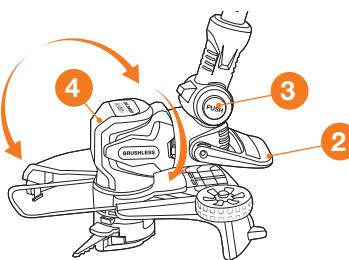

Рис. 8
- Для изменения угла поворота косильной части зажмите рычаг регулировки наклона ② и поверните косильную часть ④ на 90° против часовой стрелки, после чего отпустите рычаг (Рис. 8).
- Для изменения угла наклона косильной части – зажмите кнопку фиксатора ③ и установите в необходимое положение, после чего отпустите кнопку для фиксации (Рис. 8).